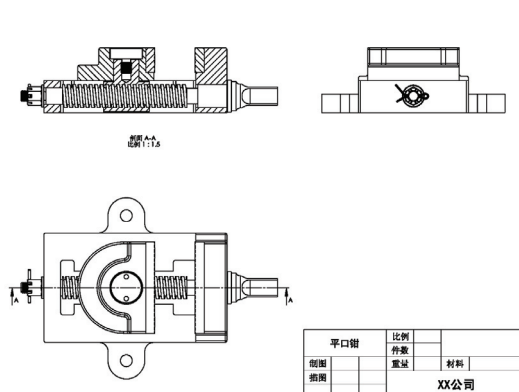

图 7-149 创建标准视图和剖视图
STEP 4 通过单击“模型视图”按钮或“剖面视图”等按钮，创建如图 7-149 所示标准视图和剖视图（视图比例为 1:1.5）。